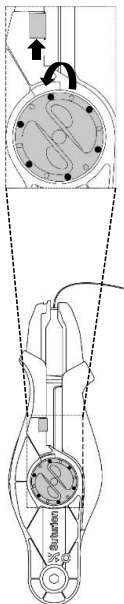

Abbildung 4
2. Schieben Sie die Nadelverriegelungsanzeige nach vorne. Halten Sie diese Position, während Sie das Einstellrad um eine Markierung gegen den Uhrzeigersinn drehen (siehe Abbildung 4).